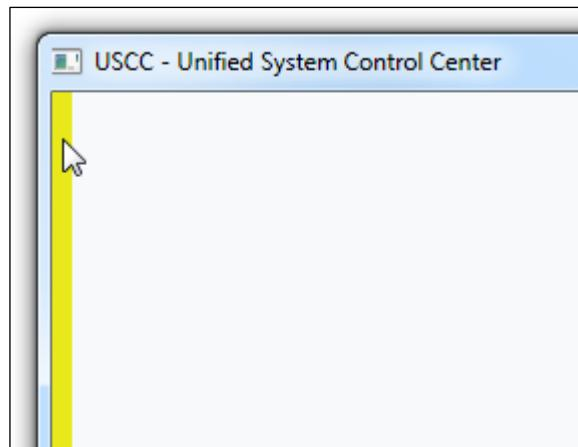

Bild 6-8 Gelbe Seitenliste am Fensterrand
- Positionieren Sie den Mauszeiger am linken Rand des USCC-Fensters. Eine gelbe Seitenleiste erscheint (siehe Bild 6-8).